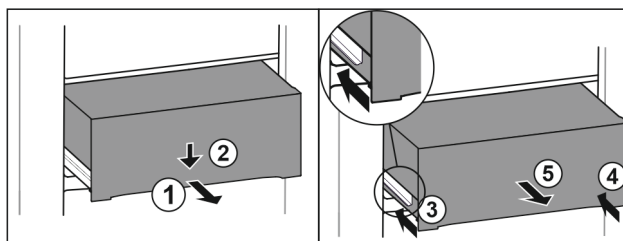

Fig. 97
- ▶ Træk skuffen halvt ud. *Fig. 97 (1)*
- ▶ Tryk skuffen ned på forsiden. *Fig. 97 (2)*
- ▶ Skub venstre skinne ca. 2 cm ind. *Fig. 97 (3)*
- ▶ Skub højre skinne ca. 2 cm ind. *Fig. 97 (4)*
- ▶ Tag skuffen ud fremefter. *Fig. 97 (5)*